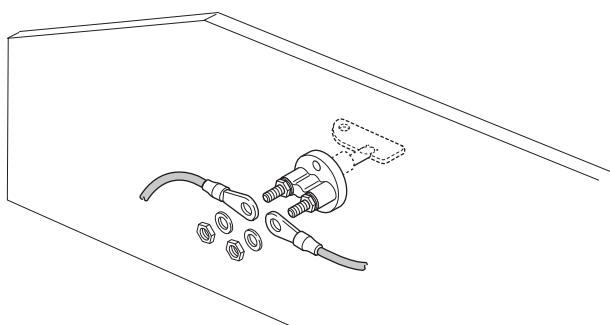
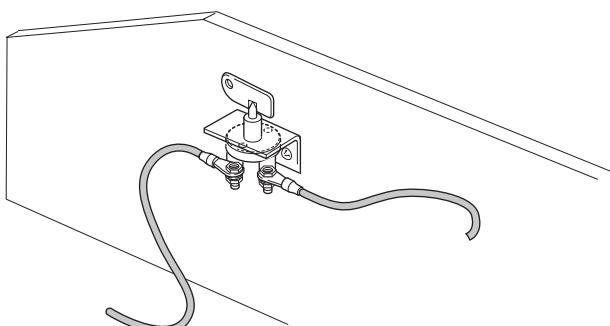

Fig. 46
Fig. 47
- Choisir une possibilité de fixation appropriée pour le coupe-circuit (voir les exemples de montage Fig. 46, Fig. 47).